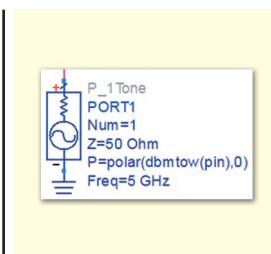

Рис. 32
- Помістіть джерело P\_1Tone з палітри бібліотеки **Sources-Freq Domain** (Джерела – Частотна область) і задайте наступні параметри джерела (рис. 32):